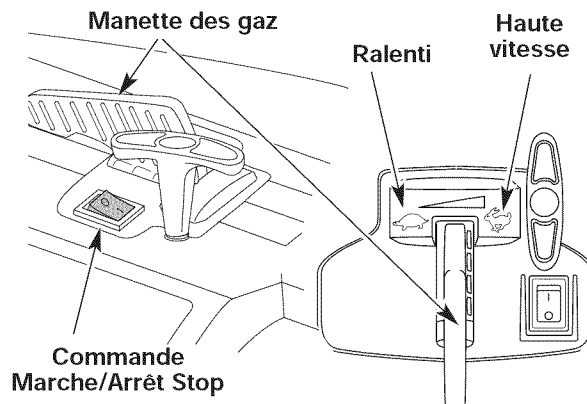
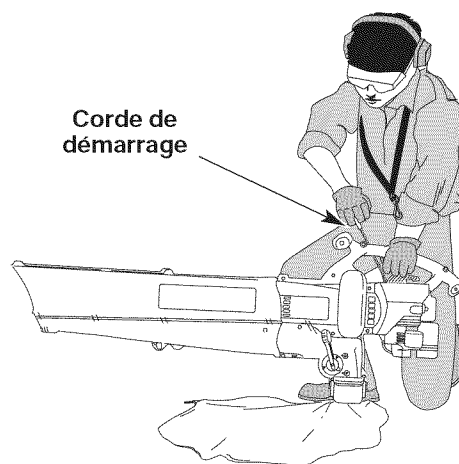

Fig. 9
Fig. 11
AVERTISSEMENT: éviter le démarrage accidentel. Se tenir en position de démarrage pour lancer le moteur (Fig. 11). Lors du démarrage, l'opérateur et l'outil doivent être en position d'équilibre afin d'éviter le risque de blessures graves. D'autre part, pour le démarrage, l'outil doit toujours être posé sur une surface propre et ferme. Les matériaux tels que le gravier, le sable, la poussière, l'herbe, etc. peuvent être aspirés par l'admission d'air et projetés par la sortie de l'outil.
4. Mettre l'outil en position de démarrage (Fig. 11). Mettez la manette des gaz en position de haute vitesse (☛) (Fig. 9).